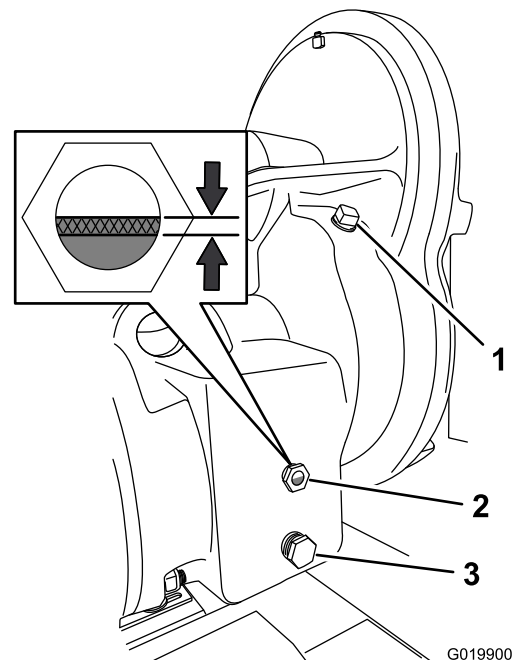

Figura 66
5. En el lado derecho de la caja de engranajes, inspeccione el nivel de aceite en la mirilla (Figura 66).
- A. Retire el tapón de llenado del orificio de llenado de la carcasa de la caja de engranajes (Figura 66).
- B. Vierta lentamente aceite del tipo especificado en el orificio de llenado hasta que el nivel de aceite llene entre un tercio y la mitad de la mirilla (Figura 66).
- E. Instale el tapón en el orificio de llenado de la carcasa (Figura 66).
4. Coloque un recipiente de drenaje con capacidad para 2.8 litros (3 cuartos de galón US) debajo del tapón de vaciado (Figura 66).
5. Retire el tapón de vaciado del orificio de vaciado y drene todo el aceite de la caja de engranajes (Figura 66).
6. Retire el tapón de llenado (Figura 66).
8. Instale el tapón de vaciado en el orificio de vaciado (Figura 66).
9. Vierta lentamente aceite del tipo especificado en el orificio de llenado hasta que el nivel de aceite llene entre un tercio y la mitad de la mirilla (Figura 66).
10. Instale el tapón de llenado en el orificio de llenado (Figura 66).